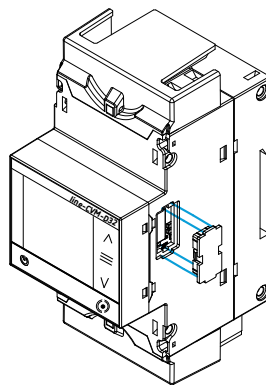

Figure 8: Installation étape 1.
1.- Retirez les capuchons de protection du connecteur d'extension, situés sur le côté de l'appareil, avec un tournevis plat (**Figure 8**).